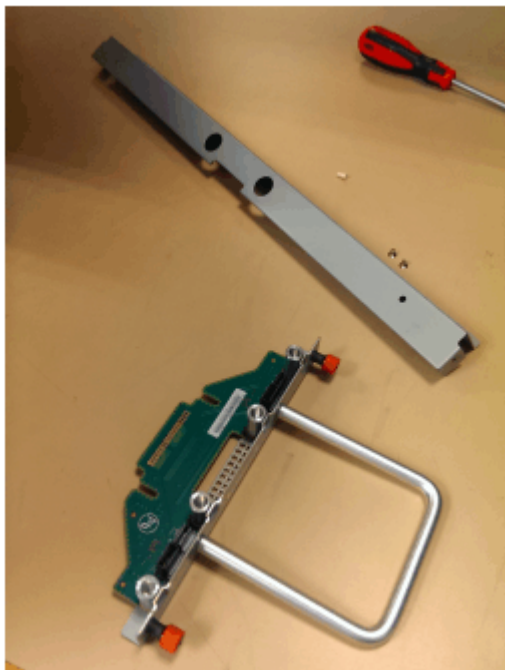

图 127. 从机箱中卸下的 FIB 部件
4. 将 FIB（第 99 页的图 127 中所示）放在一个安全的位置。